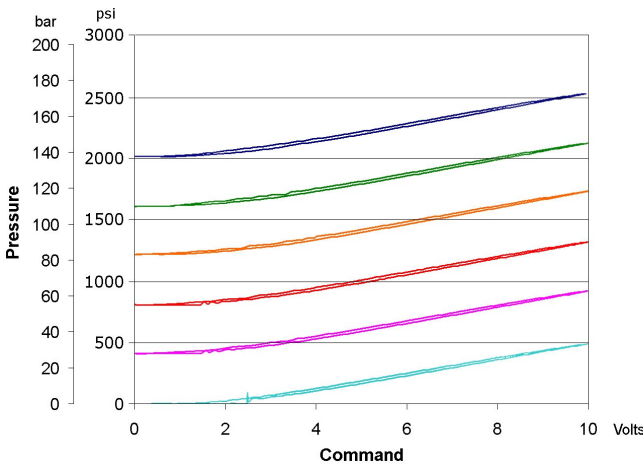

图 5.
- 4口的压力将会提高阀原先的设定值。(如果压力调节范围允许, 这种特性就可以提高最大的减持出口压力)(看图5)